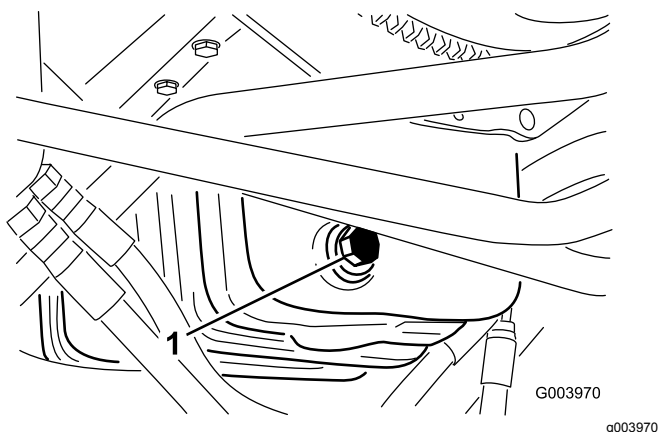

Figure 50
1. Retirez le bouchon de vidange (Figure 50) et laissez couler l'huile dans un bac de vidange.